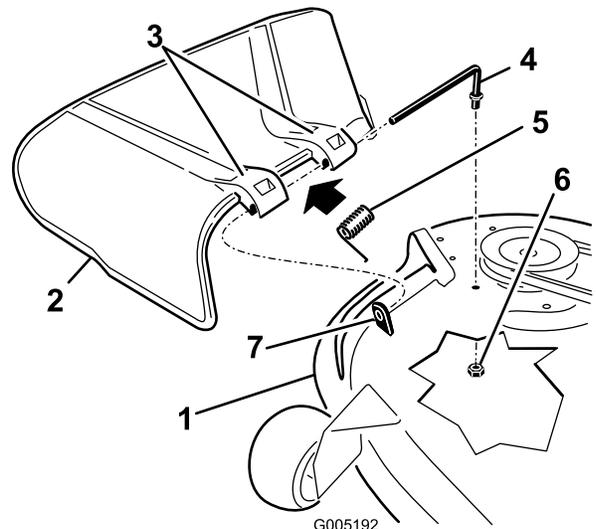

Figura 65
1. Retire la tuerca ( $\frac{3}{8}$ " ) de la varilla debajo del cortacésped (Figura 65).
2. Retire la varilla del separador corto, del muelle y del deflector de hierba (Figura 65).
4. Vuelva a colocar el deflector de hierba (Figura 65).
7. Deslice la varilla por el segundo soporte del deflector de hierba (Figura 65).
9. Sujete el extremo trasero de la varilla en el cortacésped con una tuerca ( $\frac{3}{8}$ " ), según se muestra en Figura 65.